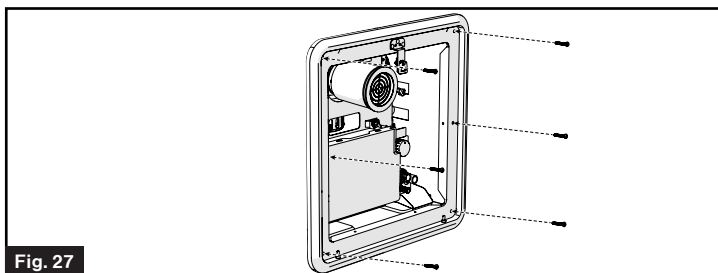

Fig. 27
5. Fixez le cadre de la porte au cadre de la paroi latérale à l'aide de 6 vis à tête cylindrique #8 (min 1 po) (non fournies). Vérifiez qu'il existe un joint étanche entre la paroi latérale et le cadre de la porte. (Fig. 27)